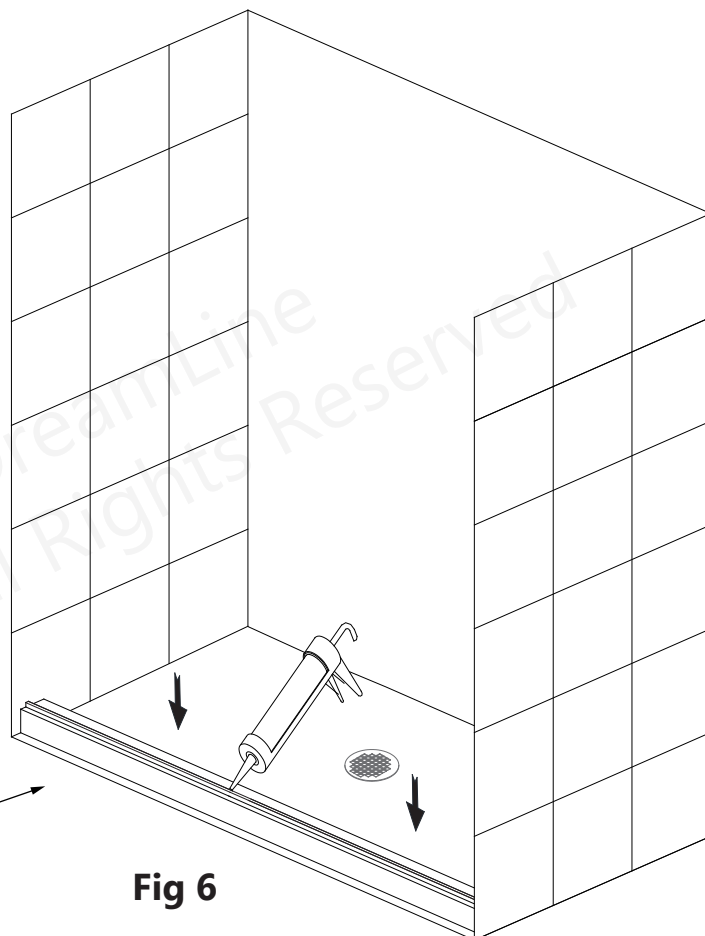

Fig 6
6. Exécutez un cordon de silicone le long du bord intérieur du rail inférieur (n° 21). (Fig 6)